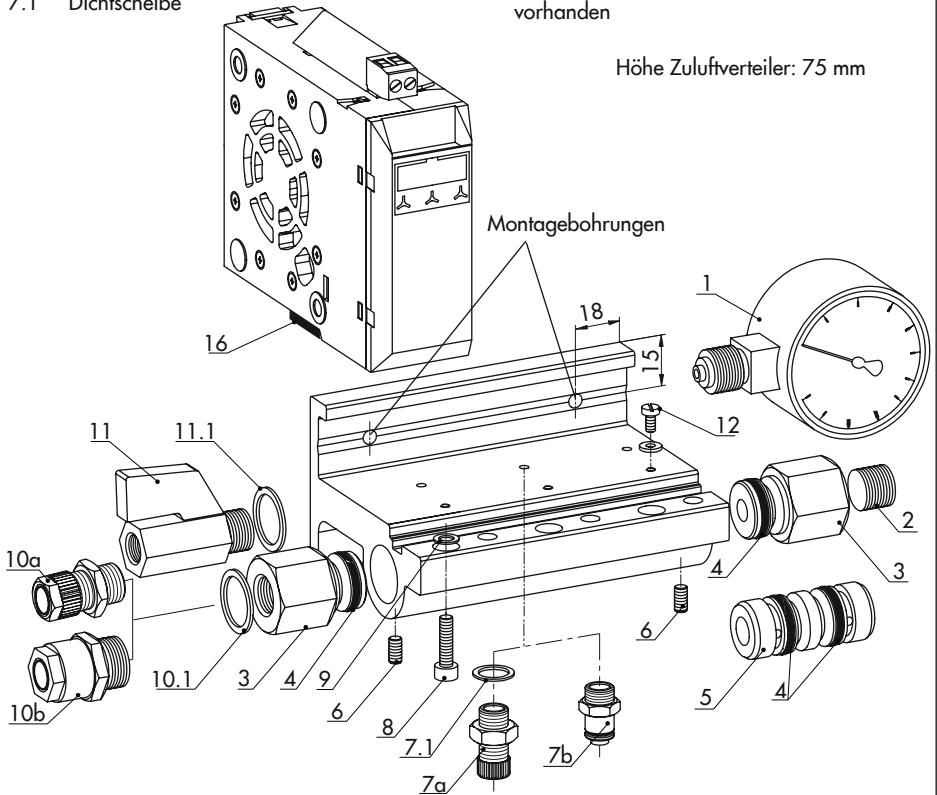

Bild 11: Montage mit Zuluftverteiler
Der Zuluftverteiler (Bild 11) ist als Zubehör erhältlich und erlaubt die zentrale Zuluftversorgung für mehrere Typen 6111. Durch die Kombination von zwei oder mehreren Anschlussleisten für 3, 4, 5 und 6 Umformer lässt sich ein beliebig langer Verteiler herstellen. Die Verbindung zwischen den einzelnen Anschlussleisten wird durch ein Kuppelungsstück (5; Bestell-Nr. 1400-7294) mit Dichtringen (4) hergestellt.